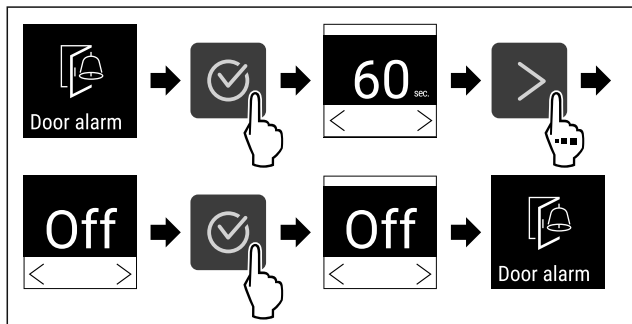

Fig. 88
- ▶ Vykonať kroky akcie (pozri Fig. 88).